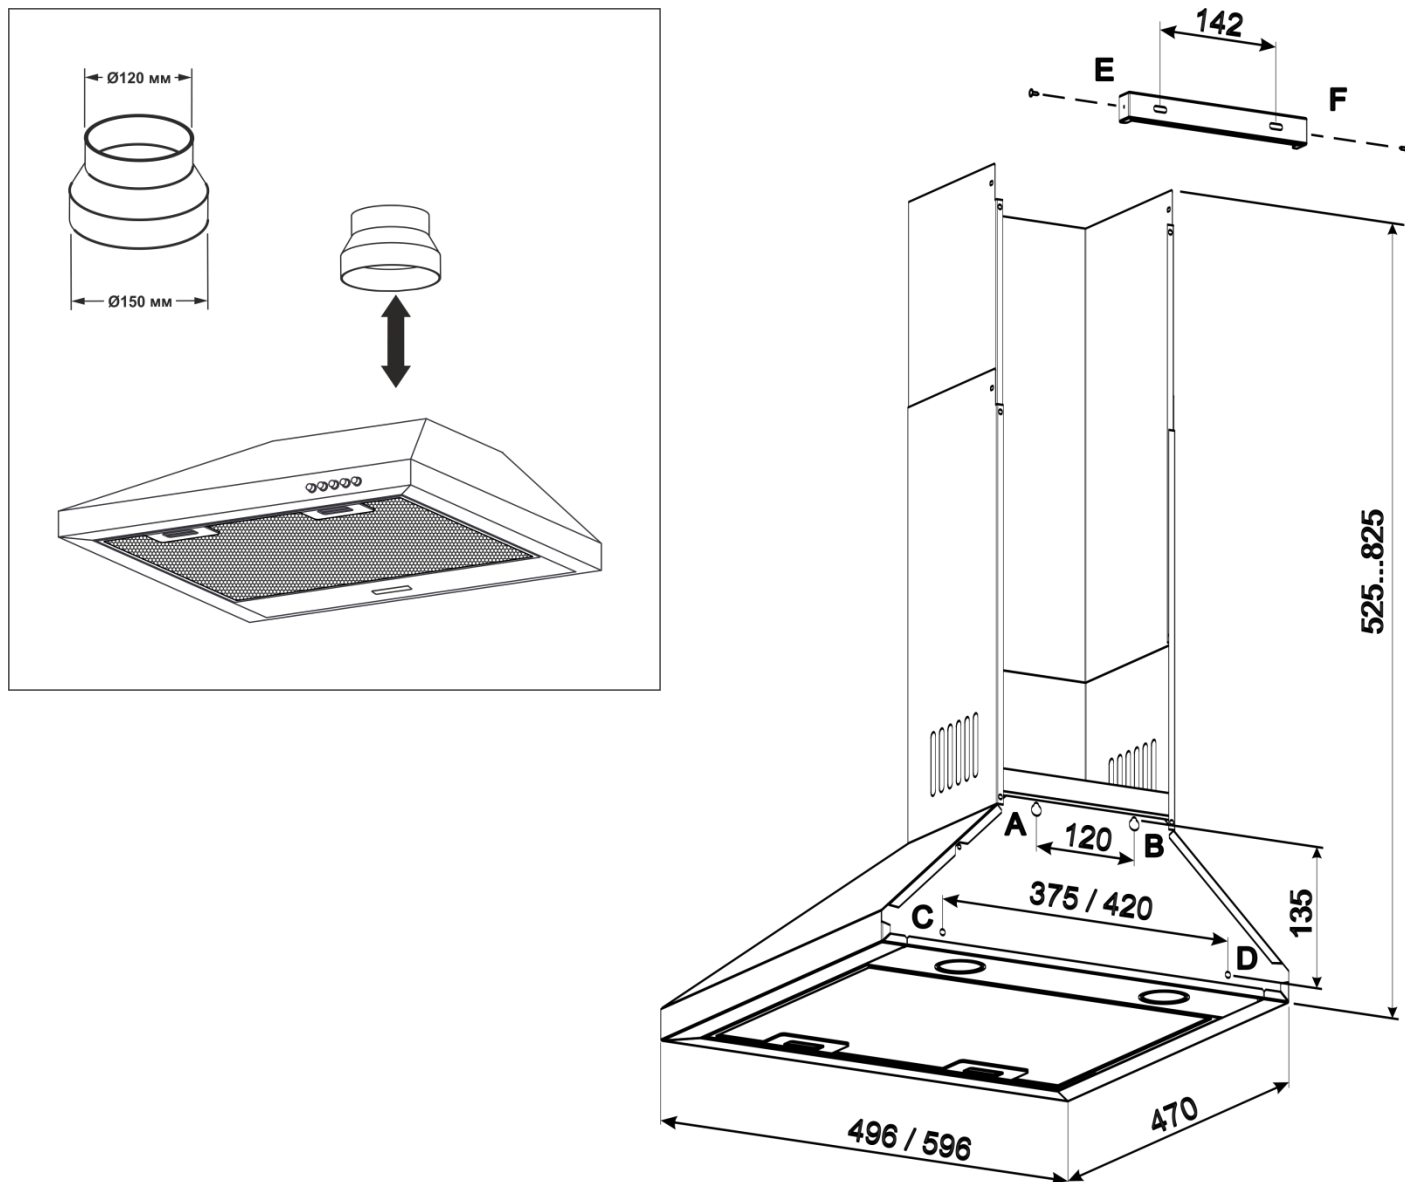

Рис.4
6.4 Проведіть розмітку кріпильних отворів корпусу на стіні кухні. Для цього виготовте паперовий шаблон з координатами 4-х отворів на задній стінці корпусу (**точки А, В, С, D див схема монтажу**); прикладіть шаблон до стіни на необхідній висоті, що вказана вище, і вирівняйте його по рівню (**рис.4**).
6.10 Установіть телескопічний коминак на корпусі витяжки. Підніміть верхню панель коминка з планкою під стелю, щоб він закривав повітровід вентиляції, і розмітьте по пазам планки 2 отвори під кріплення (**т. Е, F**) (**рис.4**).
6.14 Установіть зовнішню панель коминка в пази на корпусі витяжки, а внутрішню – підніміть вгору до суміщення отворів кріплення з планкою і з'єднайте їх з боків 2-ма шурупами **ПКГ 2,9x9,5** (**рис.4**).